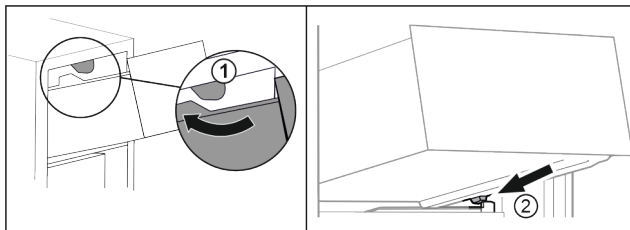

Fig. 14
- ▶ Umetnite ladicu oko gornjih zaustavljača. Fig. 14 (1)
- ▶ Stavite ladicu ukoso iza donjih zaustavljača na žlijeb spremnika. Fig. 14 (2)